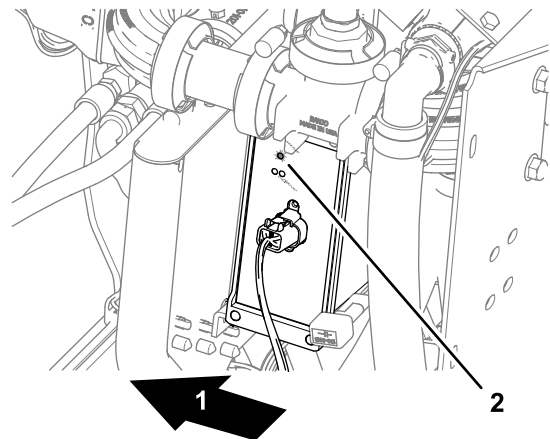

Bild 157
- Automatische Abschnittssteuerung: die STATUS anzeige leuchtet (Bild 157)